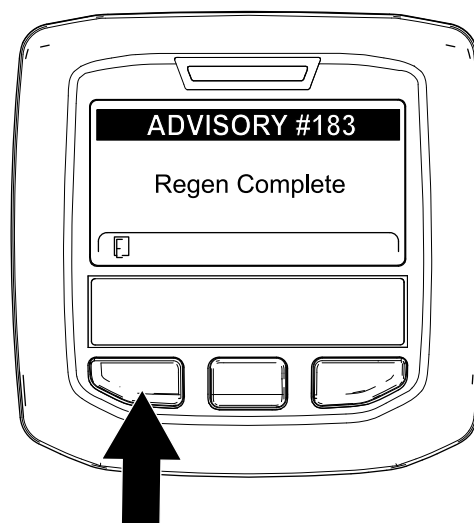

Figure 61
- Quand le calculateur moteur achève une régénération en stationnement ou une d'urgence, l'InfoCenter affiche l'AVIS N° 183 (Figure 61). Appuyez sur le bouton gauche pour revenir à l'écran d'accueil.
**Remarque:** Si la régénération échoue, l'InfoCenter affiche l'avis n° 184 (Figure 61). Appuyez sur le bouton gauche pour revenir à l'écran d'accueil.